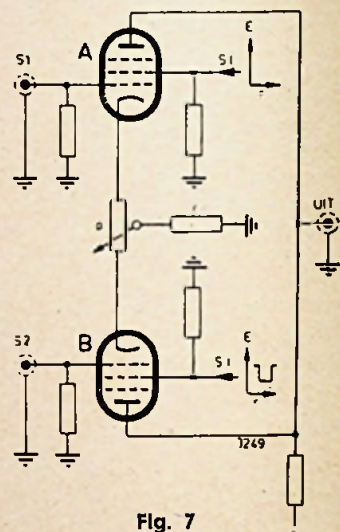

Fig. 7
a) **Veranderlijke negatieve voorspanning.** Dit is in fig. 7 toegepast.